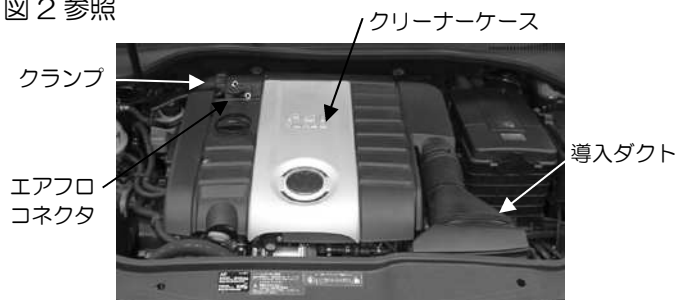

図 1
- 1) 導入ダクトをクリーナーケースから切り離し、車両より取り外します。エアフロコネクタ、サクシジョン接続部のクランプを外し、クリーナーケースを取り外します。上に引き上げるようにして取り外します。図 1 参照